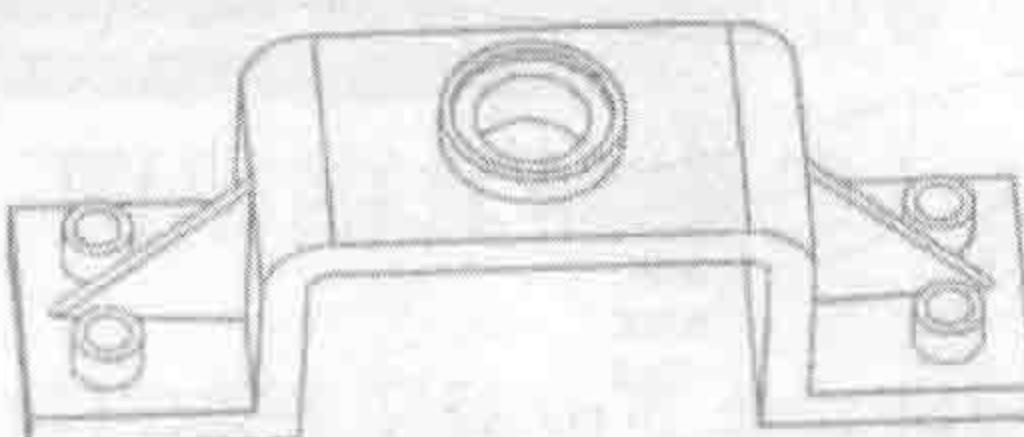

图 1-18 带有隐藏边的线框
- 【带有隐藏边的线框】：旋转视图时，用边缘几何体、不可见隐藏边渲染工作视图中的面，并动态更新面，如图 1-18 所示。